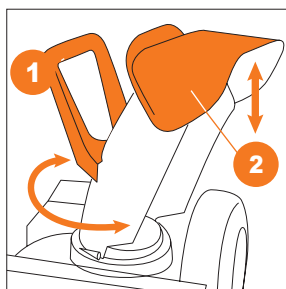

Рис. 40
- Модель **S 6060** - для выбора направления выброса снега используйте поворотную рукоятку 1, дальность выброса регулируйте наклоном дефлектора 2 (Рис. 40).